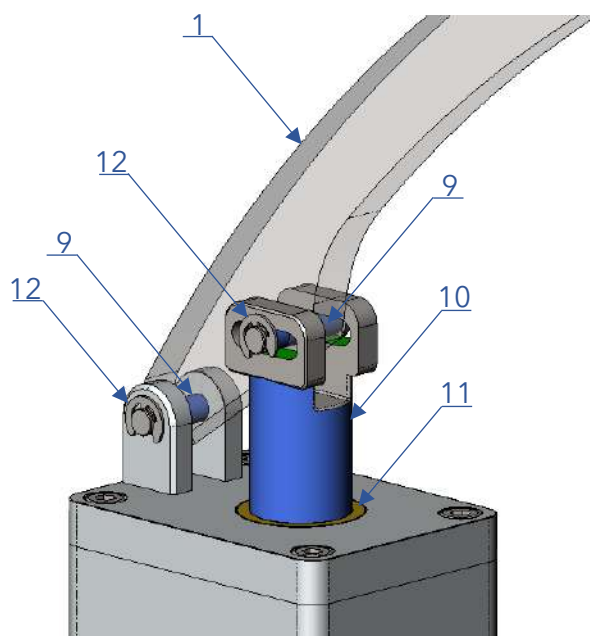

Рисунок 3 – Поверхности насоса, подлежащие смазке:
Признаки повышенного трения в подвижных узлах (см. рис. 3):
При отсоединении рукояти ① (рис. 3) от штока ⑩ нельзя вращать шток против часовой стрелки: это может привести к постепенным ухудшениям характеристик Помпы.